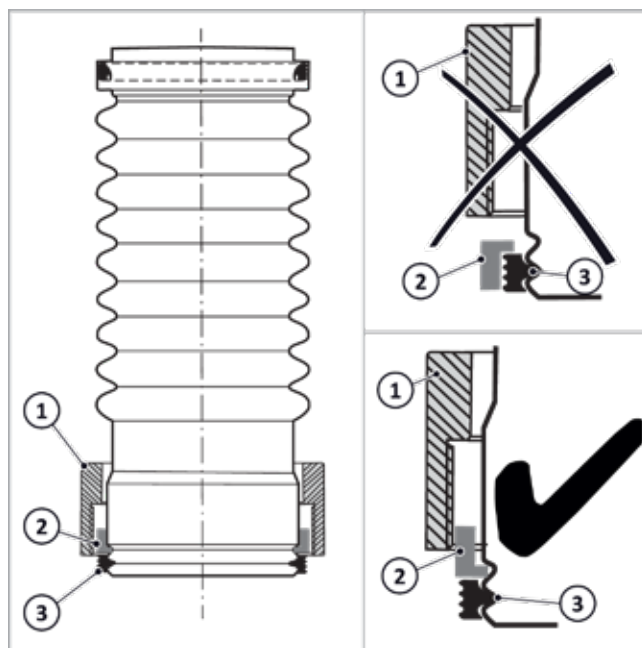

Fig. 17: Unión roscada instalada
1. Según → fig. 17 introduzca en el extremo inferior de la conexión de salida de humos la tuerca de racor (1), el anillo de seguridad (2) y la junta (3).